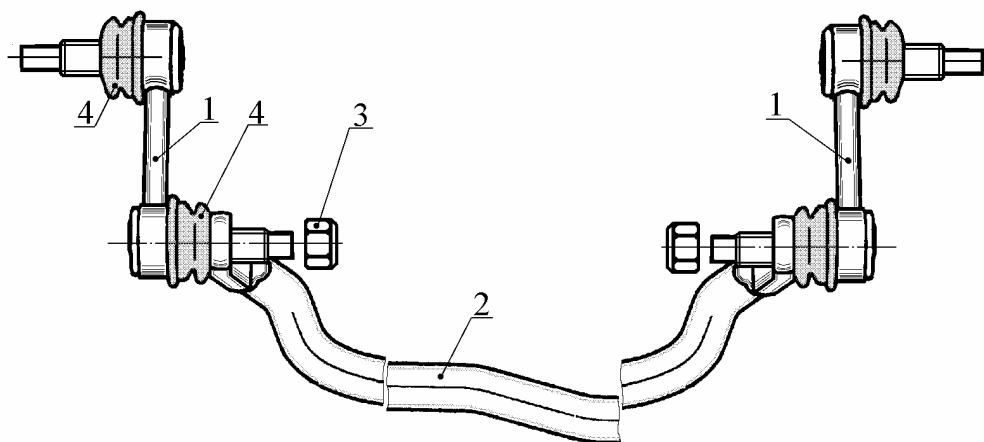

Рис. 1. Отсоединение стоек стабилизатора и снятие уплотнителя:
4.1. Отсоединить две стойки 1 (рис. 1) от штанги 2 стабилизатора передней подвески, отвинтив и сняв две гайки 3 (ключ 17 ГОСТ 2839-86).